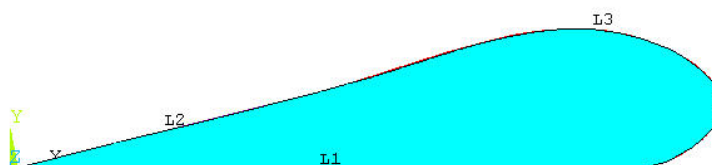

Рис. 9.2. Поверхность торцевой части крыла
4) Сгенерируйте поверхность по трем линиям: PrPr → **Modeling** → **Create** → **Areas** → **Arbitrary** → **By Lines**, выберите подряд три линии (см. рис. 9.2).